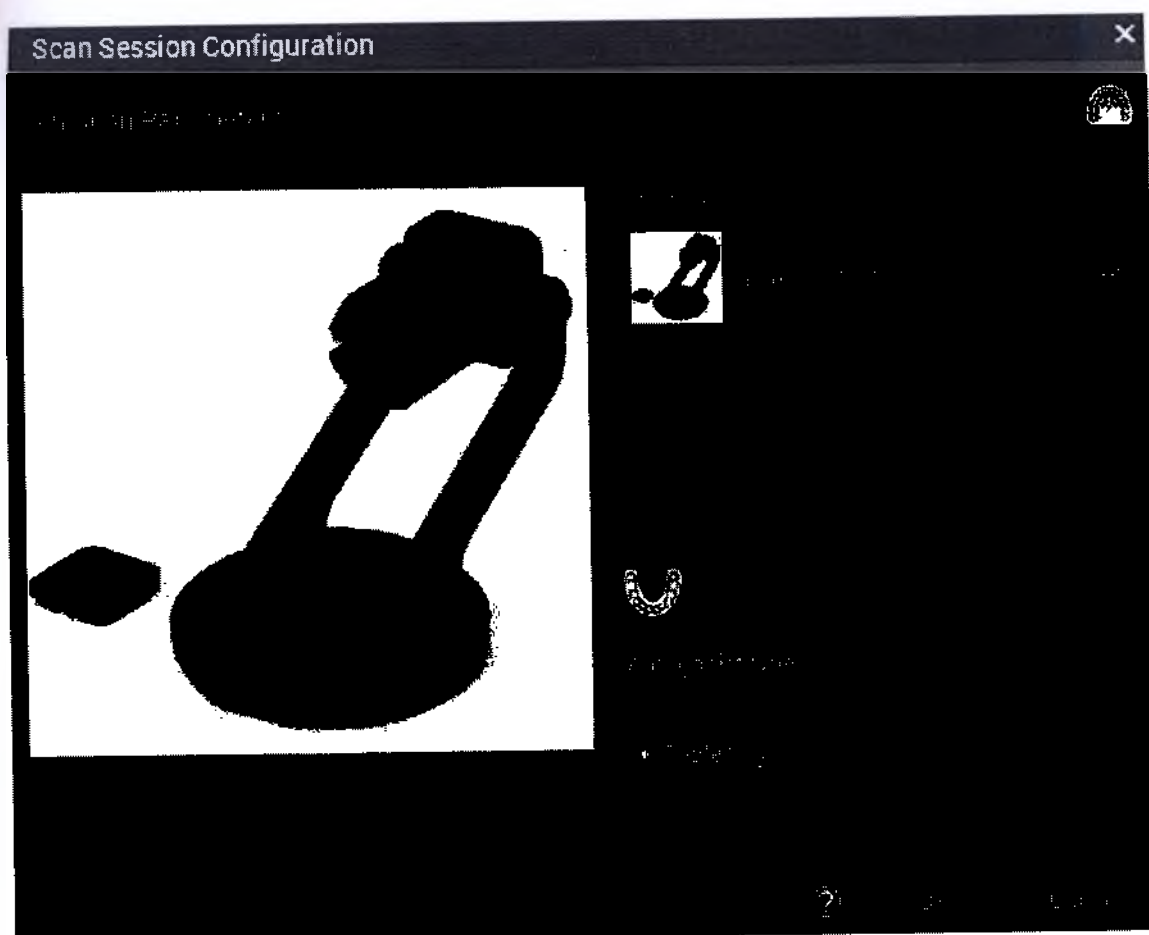

Рис.8
3. Выберите держатель ложек для оттисков (рисунок 8):